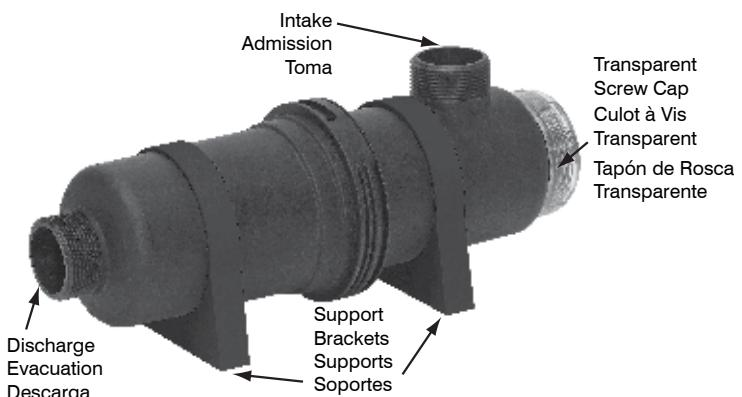

FIGURE 4
- Attach the two support brackets to the housing (Figure 4) Note: each bracket also has mounting features, if desired, to secure the unit to a surface (Figure 5).
- Connect the intake and discharge lines to the hose adapter (figure 4).
- Fixez les deux supports au caisson (Figure 4) Remarque : chaque support a également des caractéristiques de montage, si désiré, pour fixer l'unité sur une surface (Figure 5).
- Connectez les lignes d'admission et d'évacuation à l'adaptateur de tuyau (figure 4).